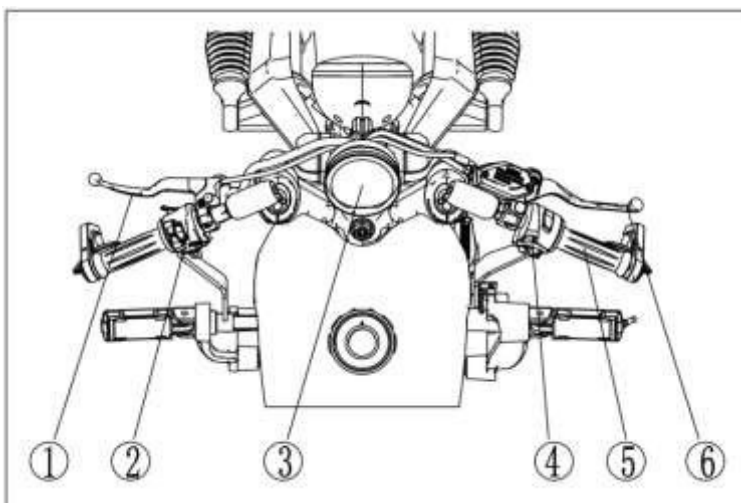

Figura 4
3. Cuerpo delantero (Figura 4)